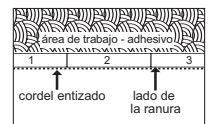

Figura 10b
- Asegúrese de no esparcir el adhesivo mucho más adelante del área en la que está trabajando (Figura 10b).